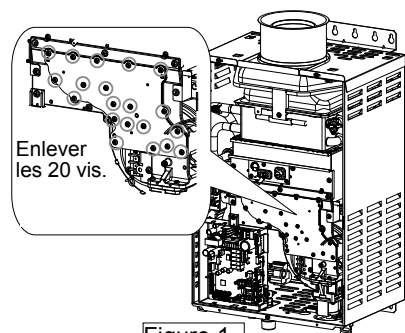

Figure 1
5. Utiliser un tournevis Phillips pour enlever **les 20 vis** sur la plaque du collecteur illustrée dans la Figure 1.
11. Après s'être assuré que les buses de collecteur sont bien fixées, installer le couvercle du collecteur en utilisant les 20 vis qui ont été enlevées à l'étape 5. Voir Figure 1.